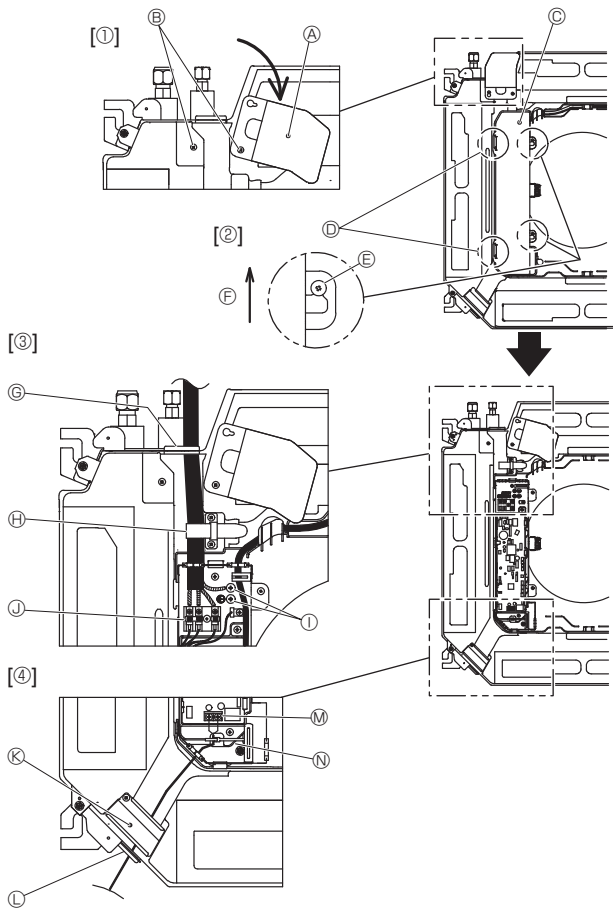
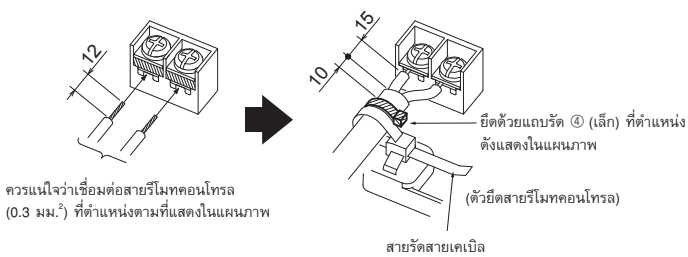

Fig. 6-1
Fig. 6-3
### 6.1. เครื่องภายในอาคาร (Fig. 6-1)
1. คลายสกรูสองตัวที่ยึดแผงเซอร์วิสการเดินสายไฟออก จากนั้นหมุนแผงเซอร์วิสการเดินสายไฟ [Fig. 6-1 ①]
2. คลายสกรูสองตัวที่ยึดฝาครอบตู้สายไฟออก จากนั้นเลื่อนฝาครอบตู้สายไฟ [Fig. 6-1 ②]
3. เดินสายไฟ, สายเชื่อมต่อตัวเครื่องภายใน/ภายนอกอาคาร และสายดินผ่านช่องสายไฟที่ตั้งแสดงในแผนภาพ [Fig. 6-1 ③]
หากคองไม่สามารถใช้ขั้วหวางปลาแบบกลมได้ ให้ปฏิบัติตามขั้นตอนการทำงานใน Fig. 6-3 ถึง 6-6 ให้ดูที่ 6.1.1. และ 6.1.2. สำหรับการเชื่อมต่อ
4. สอดและจัดวางสายรีโมทคอนโทรลผ่านช่องสายไฟที่ตั้งแสดงในแผนภาพ [Fig. 6-1 ④, Fig. 6-3] ให้ดูที่ 6.1.1. และ 6.1.2. สำหรับการเชื่อมต่อ